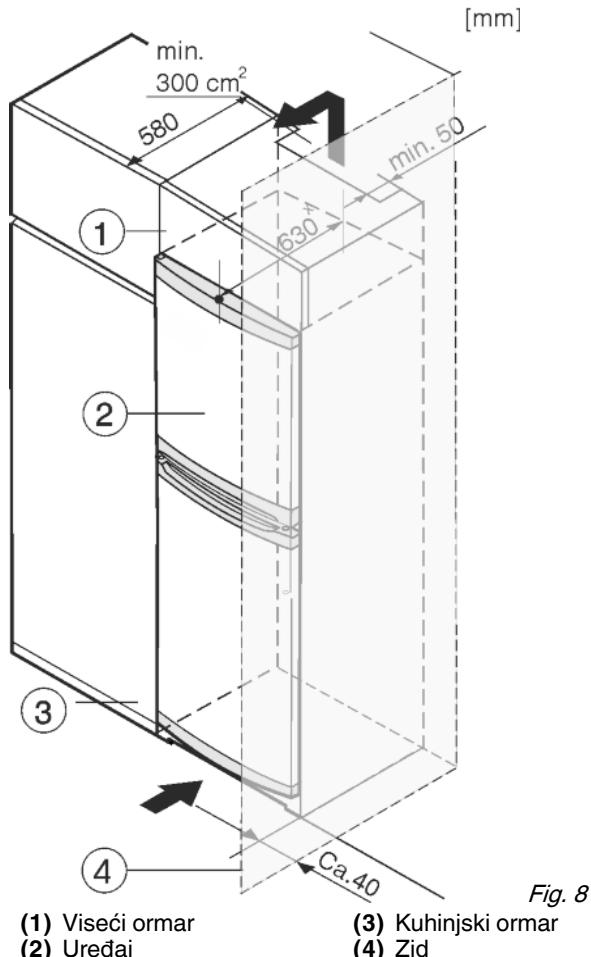

Fig. 8
(1) Viseći ormara
(2) Uredaj
(3) Kuhinjski ormara
(4) Zid
Uredaj se može adaptirati za ugradnju u kuhinjske ormare. Kako biste uređaj Fig. 8 (2) prilagodili visini kuhinjskog namještaja, iznad uređaja možete postaviti viseći ormara Fig. 8 (1).
Kod adaptacije s normalnim kuhinjskim ormarama (dubina maks. 580 mm) uređaj se može postaviti direktno uz kuhinjski ormara Fig. 8 (3). Uredaj stoji bočno 34 mm x i u sredini uređaja 50 mm x nasuprot pročelju kuhinjskog ormara.
Kada se uređaj postavlja s okovima pored zida Fig. 8 (4), razmak između uređaja i zida mora iznositi najmanje 40 mm. To odgovara stajanju ručice kod otvorenih vrata.